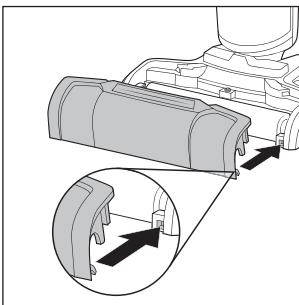

Fig. 41
- ◆ Reinstalați protecția de stropire **7**, aliniind-o mai întâi cu suporturile din bază **3** (a se vedea fig. 41).